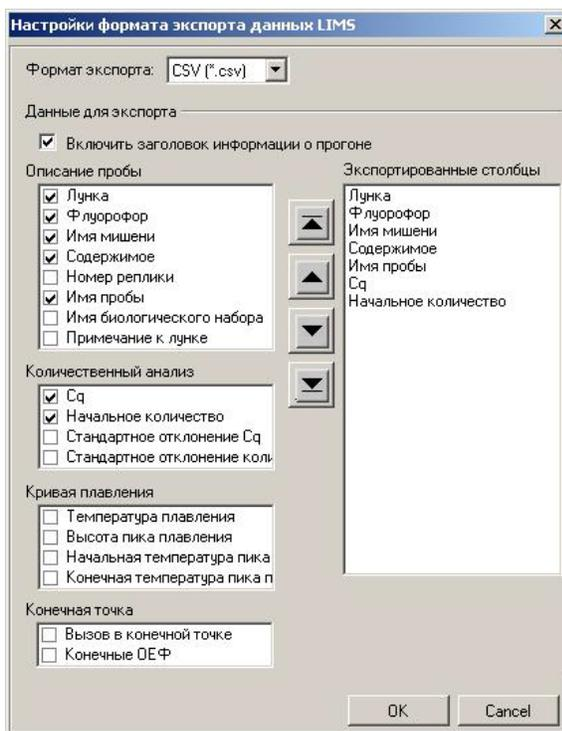

Рис. 102. Окно Настройки формата экспорта данных LIMS.
- Нажмите кнопку **Настройки экспорта данных**, чтобы указать, какой формат файлов использовать для экспортированных данных, и какие поля информации экспортировать (Рис. 102).